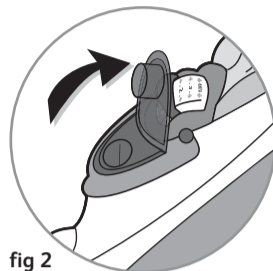
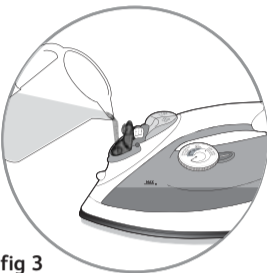

fig 2
fig 3
- Ouvrir la trappe de remplissage du réservoir (fig 2), posez le fer à plat et remplissez-le (fig 3).